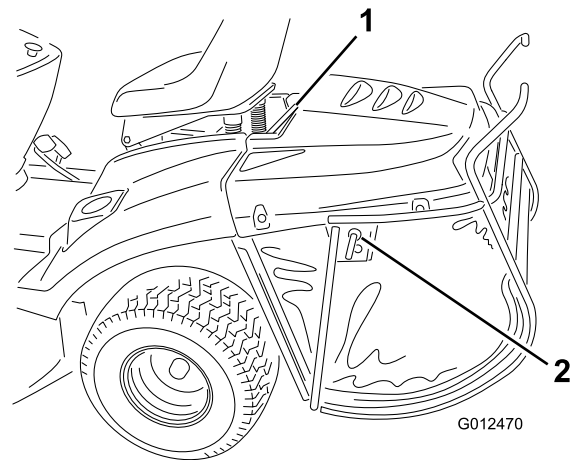

Figure 37
1. Placez la goupille de verrouillage sur le bac à herbe (Figure 37).
2. Soulevez le bac à herbe au moyen de la barre de support supérieur (Figure 37).